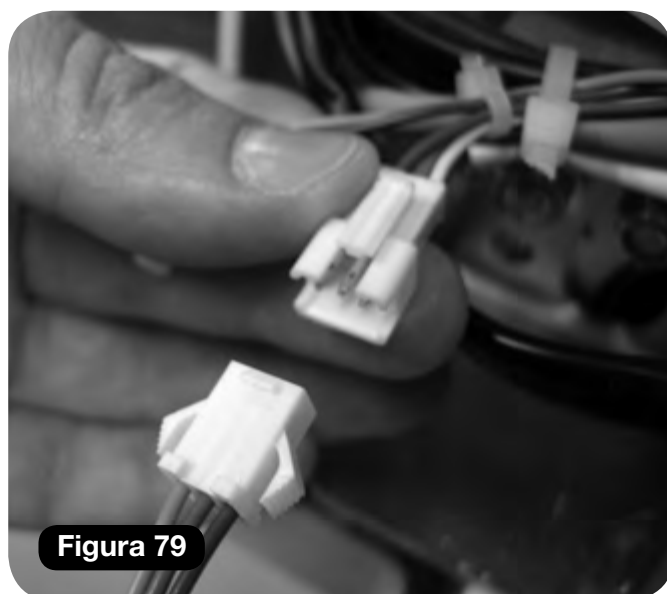

Figura 79
- e Collegare il cavo del toggle (arancio, blu e verde) **(Figura 79)**.